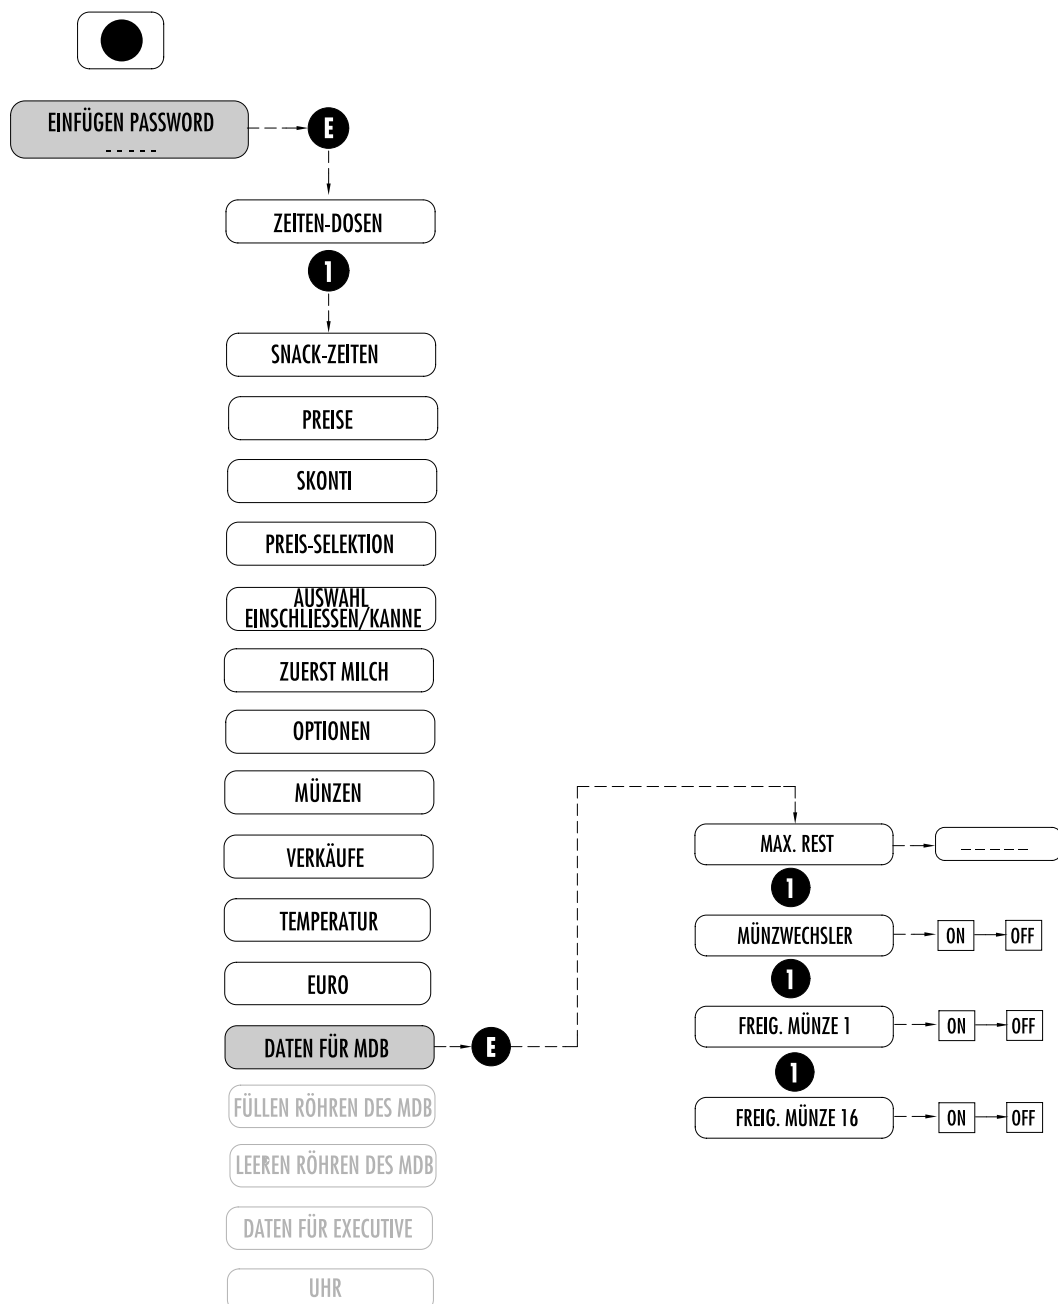

Abb.7.16
7.2.13 DATEN FÜR MDB (Abb. 7.16)